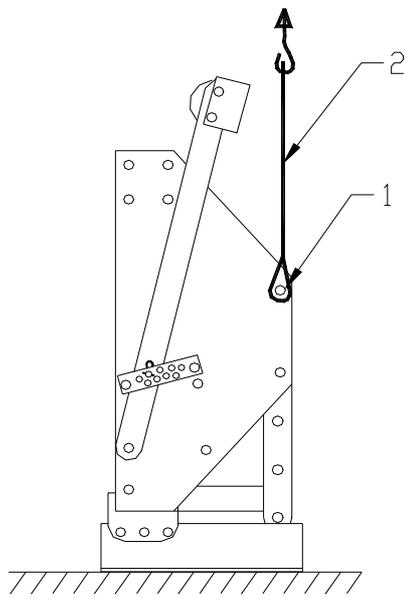

Fig. 1.
Die Maschine wird auf einer Palette geliefert. Zur Ankopplung der Maschine an einen Traktor, gehen Sie bitte wie folgt vor (siehe Abb.1, 2, 3, 4, 5 und 6 )
2. Befestigen Sie ein etwa 2,5m langes Tragseil mit Schlinge 2 mit Hilfe von D-Bügeln an den Löchern 1 auf beiden Seiten der Maschine, wie in Abb.1 dargestellt.
- @ Die Position der Klingen am Rotor, sowie die Position des Rotors am Hauptrahmen ist entscheidend für den erfolgreichen Einsatz der Maschine. Daher ist es sehr wichtig, die Punkte anhand der Abb. 1 bis 6 und des Kapitels 12 sorgfältig zu überprüfen.